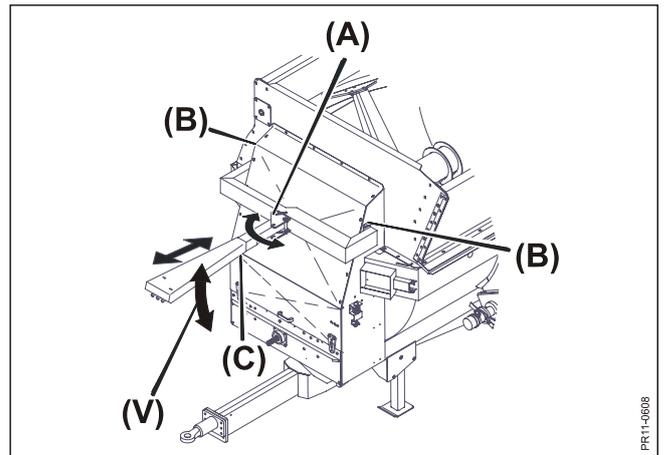

Fig. 4.6
- Fig. 4.6** Tourner la console de commande de 90° en déplaçant la cheville (A). L'angle (V) est réglable en dévissant les 4 boulons (B).